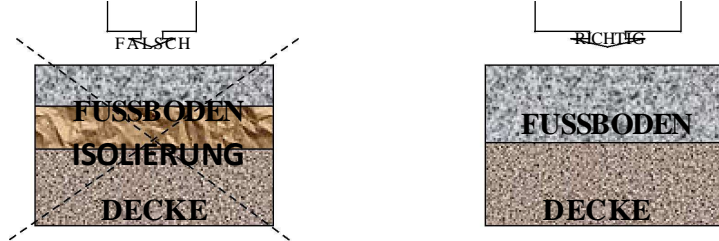

Abb. 1.2. Kaminunterlage.
- Mit „kaltes“ Hand die Züngel in A, die den Hubwagen sichern, um 90° drehen und dadurch unter den horizontalen Flansch der Türabschirmung bringen. Der Hebel befindet sich über den oberen Türtrand in der geschlossenen Position (Bild. 1.2-, Bild. 1.3 - A).
- Mit „kaltes“ Hand die Züngel in B, die die Tür aufschließt, um 90° „auf sich“ drehen - findet sich auf rechter Seite (in Modelle Volcano 2Lh, 2LTh die Züngel in findet sich auf linker Seite) im oberen und unteren Türtrand (Bild.1.2, 1.3 - B)
(Bild. 1.2)
Um das Biegen des Bodens zu vermeiden, sollte der Einsatz auf der vorher vorbereiteten Stelle, die in der Regel den Unriss der geplanten Ausmauerung bildet, aufgestellt werden. Die Montagestelle sollte eine feste Unterlage bilden, also über keine Isolierungsschicht wie z. B. Styropor, Mineralwolle oder Holzspanplatte (Abb. 1.2) verfügen. **Die Unterlage darf nicht aus leichtbrennbaren Stoffen ausgeführt sein.** Brennbar Böden wie z. B. Parkett, Paneel, Teppichböden und dergleichen, erfordern eine Schutzschicht aus nichtbrennbaren Materialien wie z. B. Steinplatte, Terrakotta und dergleichen.